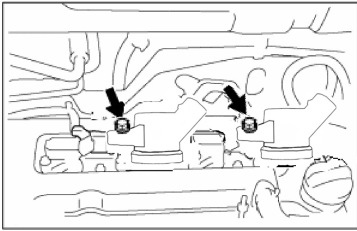

Рисунок II-51
1. Отсоединить отрицательный и положительный провода от аккумуляторной батареи, снять саму батарею и проводку двигателя. (см. *Рисунок II-51*)